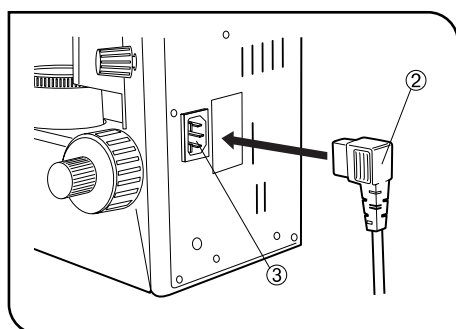

Abb. 5
1. Den Stecker des Netzkabels ② in die Netzanschlussbuchse ④ einstecken. (Abb. 5)